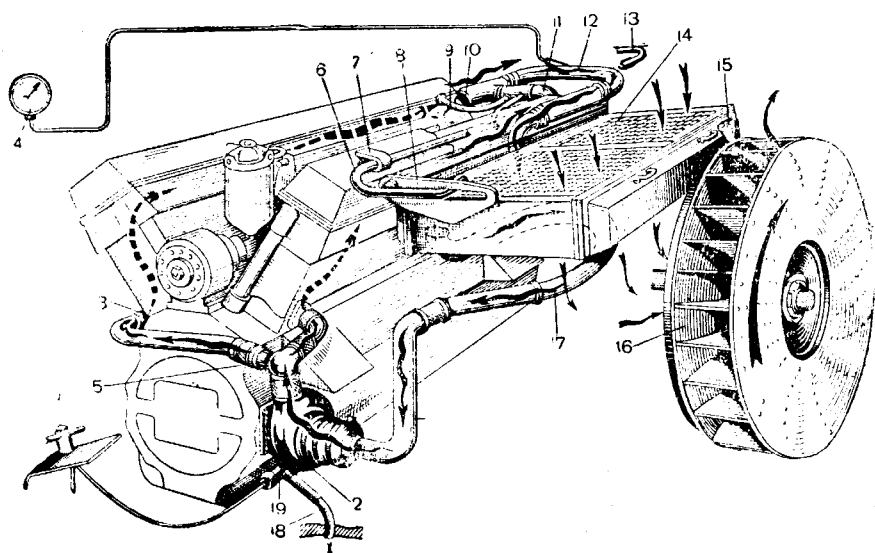

Рис. 38. Схема системы охлаждения:
(рис. 38)
2. Потянуть на себя рукоятку (рис. 38) сливного крана 19 и, повернув её на 90° в любом направлении, отпустить.